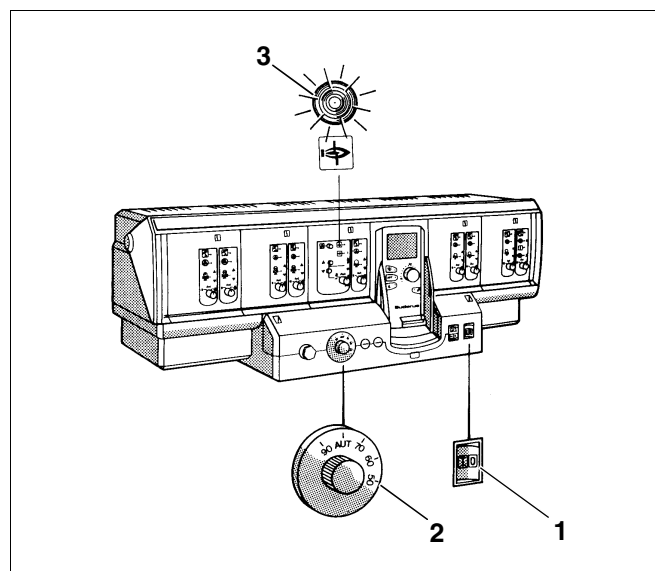

Fig. 1 Aparat reglare de ex. Logamatic 4311
- Comutatorul FUNCȚIONARE (fig. 1, **poz. 1**) reglat pe poziția I (pornit).
- Poziționați regulatorul de temperatură al apei din cazan (fig. 1, **poz. 2**) pe poziția AUT (reglaj în funcție de temperatura exterioară, setare din fabrică). În cazul unui regim de temperatură constantă, reglați temperatura dorită.
- Comutatorul FUNCȚIONARE (fig. 1, **poz. 1**) reglat pe poziția 0 (oprit).
Deranjamentele vor fi semnalizate la arzător prin semnale luminoase, iar la aparatul de reglare (fig. 1, **poz. 3**) acestea vor fi afișate pe display.